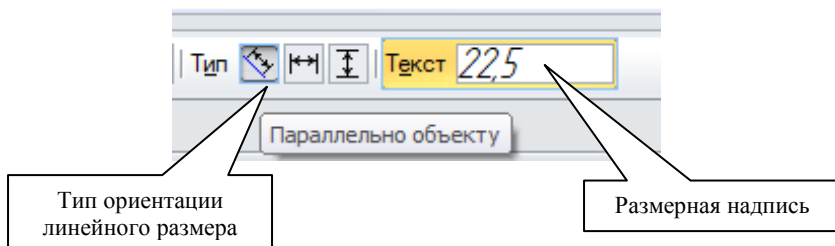

Рис. 1
9) Щелкните на кнопке **«Параллельно объекту»**  в поле **«Тип ориентации линейного размера»** на **«Панели свойств»** (рис. 1) и укажите мишенью любую точку на отрезке p3 – p4.
6) Щелкните мышью в поле «*Размерная надпись*» на «*Панели свойств*» (рис. 1). На экране появится диалоговое окно «*Задание размерной надписи*».